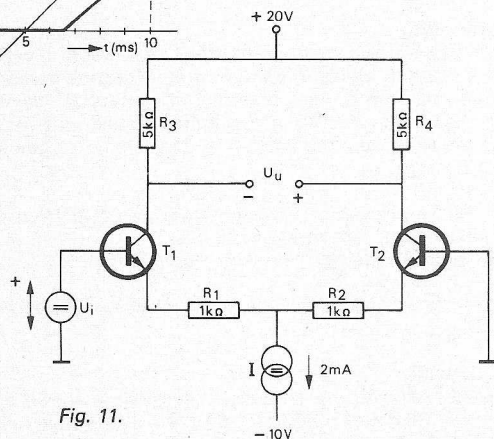

Fig. 11.
4. Van de transistoren in fig. 11 is gegeven dat bij geleiding  $U_{BE} = 0,5 \text{ V}$ , waarbij de basisstromen mogen worden verwaarloosd. De in de figuur aangegeven stroombron I levert een constante stroom van 2 mA. De spanning  $U_i$  wordt achterevolgens ingesteld op: